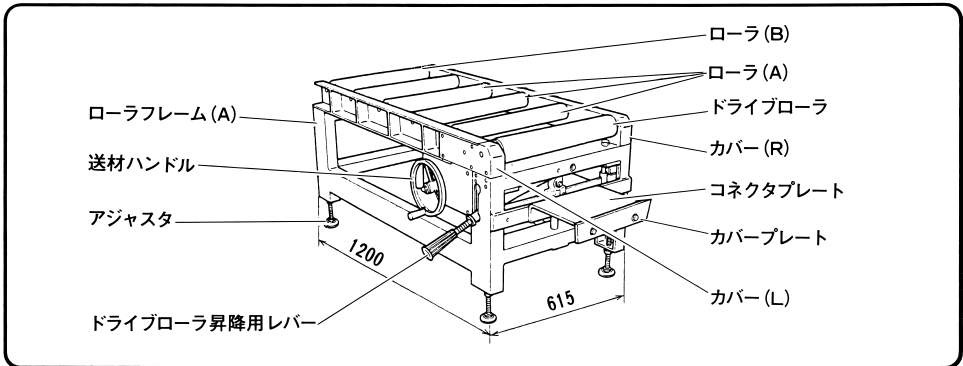

図 1
- 注** ・ ローラスタンドをペDESTAL前面に取付ける場合は、コネクタプレート (図1, 2参照) は使用しません。大切に保管しておいてください。